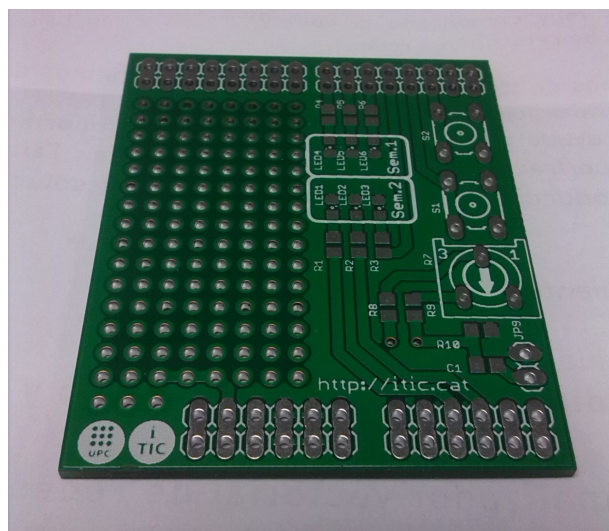

Figura 1: *Shield* d'Arduino per a la pràctica.
3. Existeix la possibilitat d'usar un kit amb una *shield* d'Arduino dissenyada a l'assignatura de Tecnologies Complementàries. En aquest kit es disposa del material necessari per fer aquestes pràctiques, minimitzant la utilització de la placa de prototips que és més propensa a mals contactes. El podeu adquirir al mestre de laboratori. La figura 1 mostra una imatge d'aquesta placa.